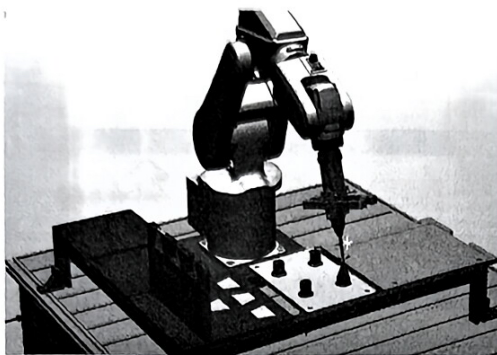
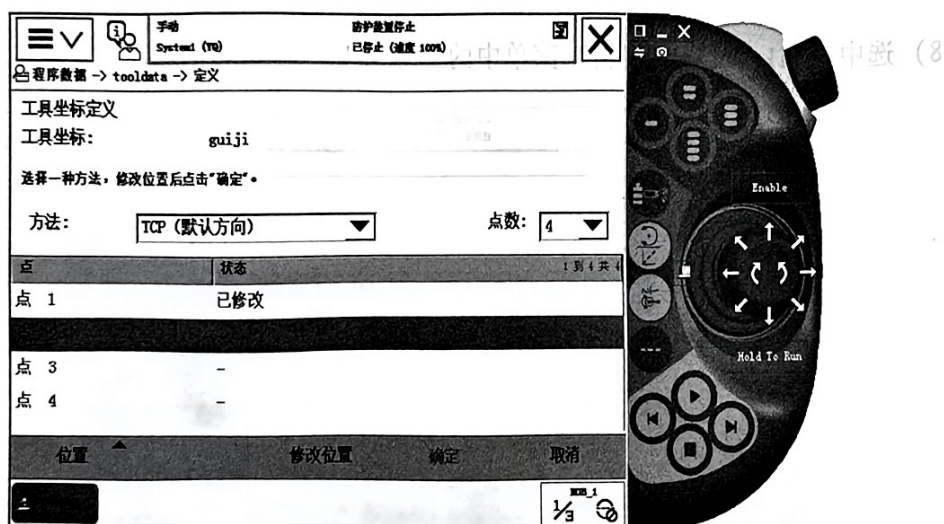

图 2-93 步骤 10) (一)
图 2-94 步骤 10) (二)
10) 操纵机器人对准工作站上的标定点 (为简化表述, 文中提到将机器人对准或移到某位置, 即指将机器人的工具对准或移到某位置), 如图 2-93 所示。在示教器界面上选中“点 2”, 单击“修改位置”, 如图 2-94 所示。